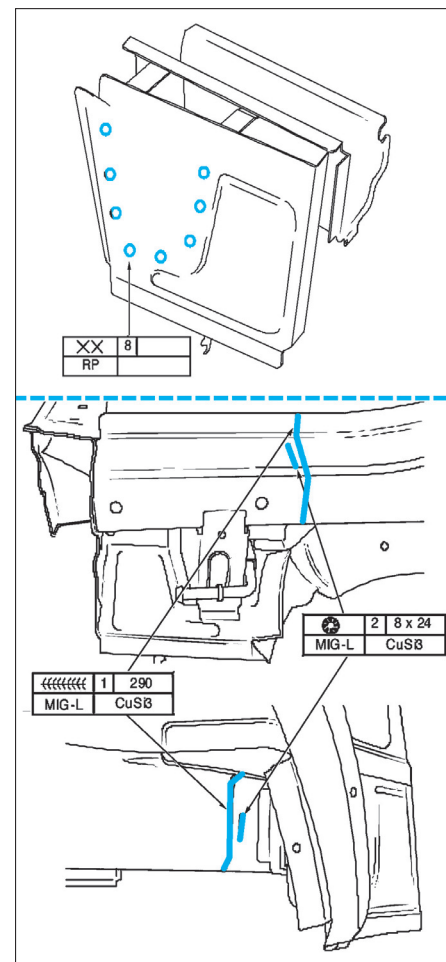

FIG. 134
- Positionner et souder le longeron de cadre arrière à la caisse (fig. 134).